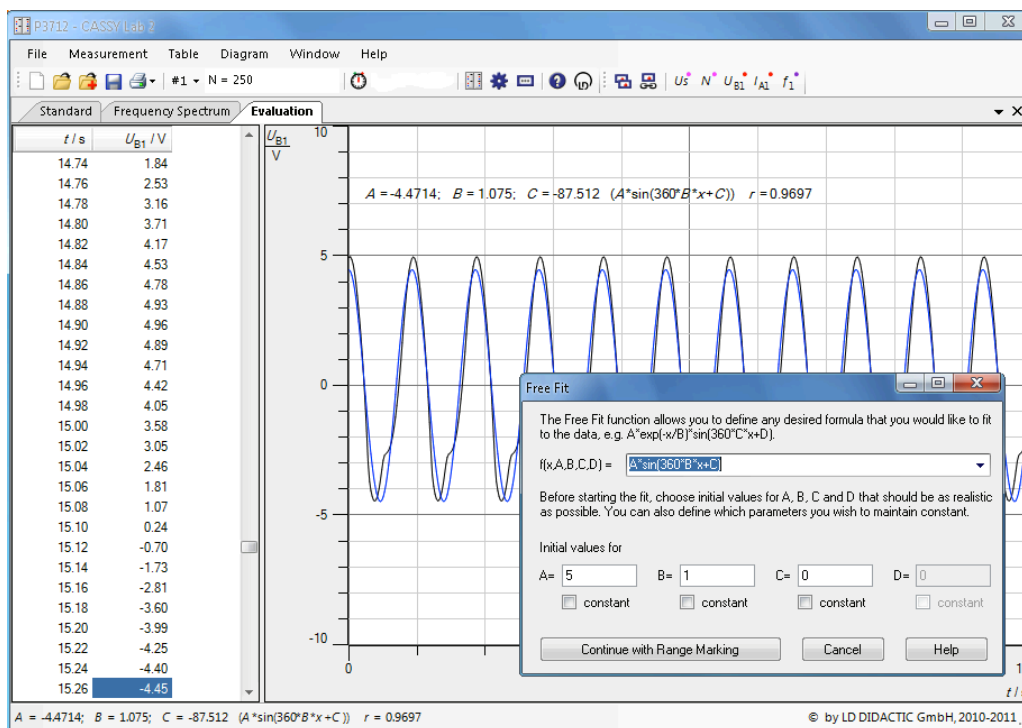

Рис.4. Определение частоты колебаний при помощи аппроксимации экспериментальных данных.
- При помощи комбинации клавиш «Alt-f» вызовите диалоговое окно выбора аппроксимирующей функции (рис. 4).